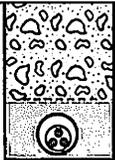

Fig. 8 : Câble dans des conduits ou des profilés (61).
- **référence 61** : dans des conduits ou dans des profilés enterrés (fig. 8) ;